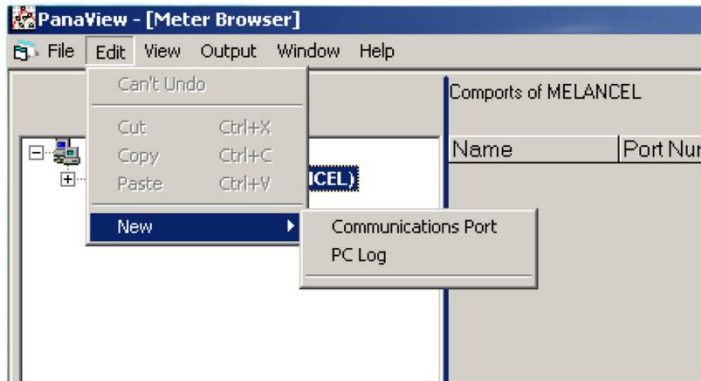

Figura 18: Menú Editar
3. Haga clic en la opción del menú "New (Nuevo)" para seleccionarla, se abre un submenú con dos opciones (ver la figura 18).